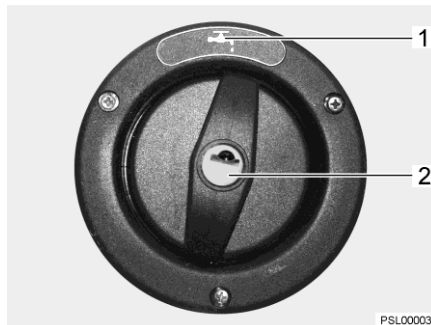

Bild 60 Verschlussdeckel für Trinkwasser-Einfüllstutzen
Der Trinkwasser-Einfüllstutzen ist mit dem Symbol "☰" (Bild 60,1) gekennzeichnet. Der Verschlussdeckel wird mit dem Schlüssel für die Außenklappenschlösser geöffnet und verschlossen.
- Schlüssel in Schließzylinder (Bild 60,2) stecken und eine viertel Umdrehung entgegen dem Uhrzeigersinn drehen.
- Trinkwasser-Einfüllstutzen (Bild 60) öffnen.